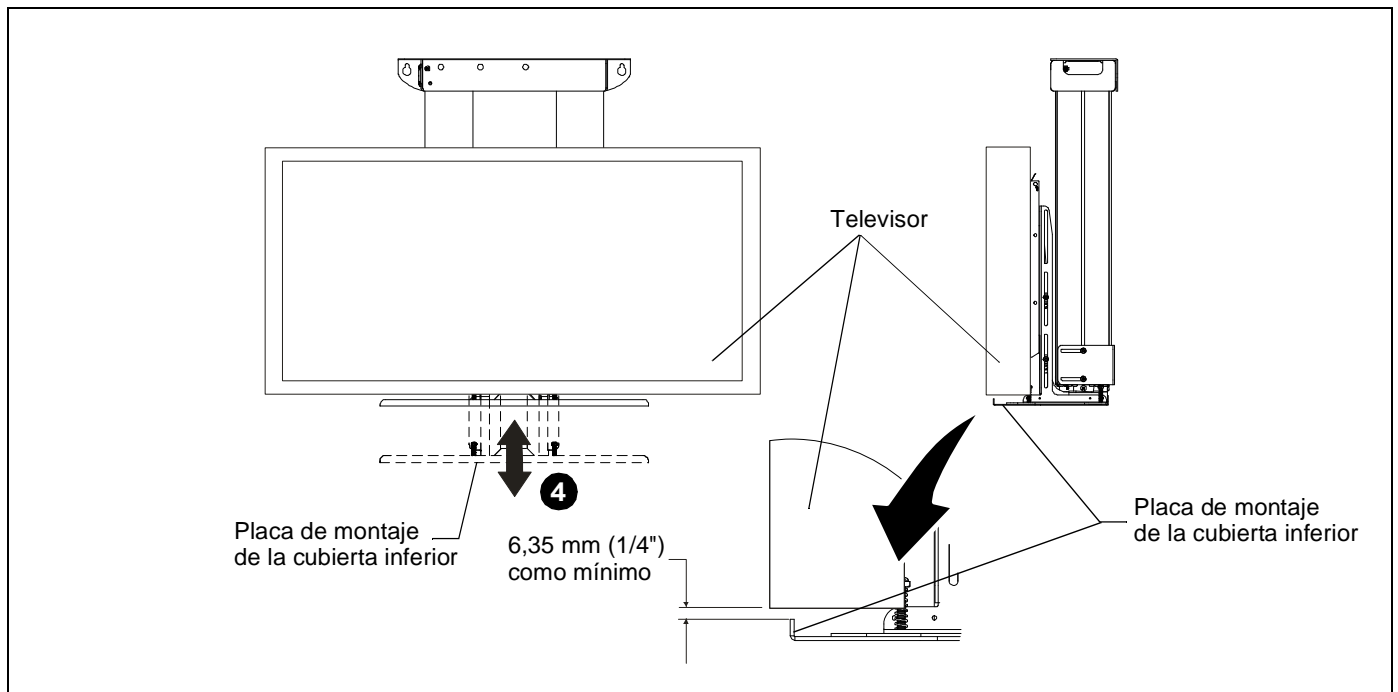

**Figura 19**
2. Sosteniendo el televisor de ambos lados, alinee los cuatro pernos de montaje del televisor o de la placa de conexión con los cuatro orificios de montaje de la placa frontal. (Consulte la Figura 18 y la Figura 19).
3. Baje el televisor para colocarlo en su lugar. Oirá un clic que le indicará que el área hendida de los pernos de montaje encajó correctamente en la parte inferior de los orificios de montaje y que el mecanismo de bloqueo ha enganchado. (Consulte la Figura 18 y la Figura 19).
**NOTA:** La placa frontal cuenta con orificios para utilizar un candado o un dispositivo de bloqueo similar si el usuario lo desea. Asimismo, la varilla y las tuercas pueden pasarse de los orificios superiores a los inferiores a fin de utilizarlos como dispositivo de bloqueo más permanente. (Consulte la Figura 19).